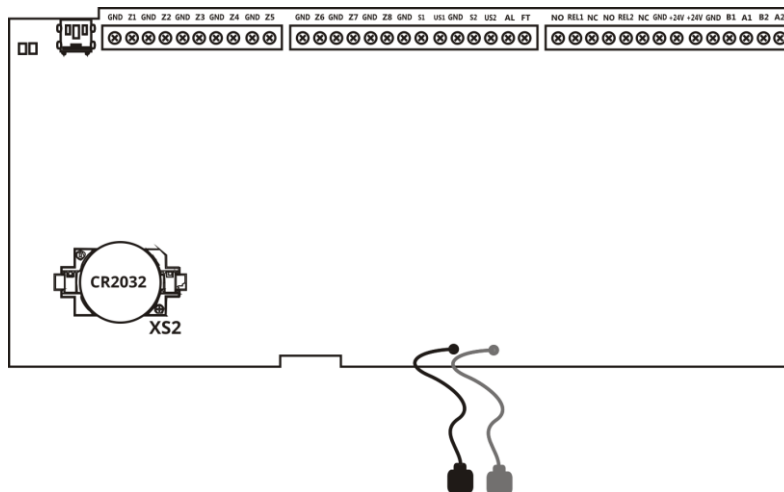

Рисунок 9 – Розміщення батареї на основній платі ППКП
- Замінити батарею на нову (роз'єм XS2, рис. 9);
Розміщення батареї годинника наведено на рис. 9.